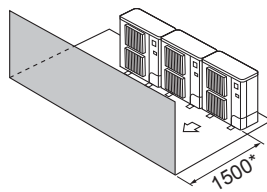

Fig. 2-11
- ③ Kun forhindringer foran (Fig. 2-11)